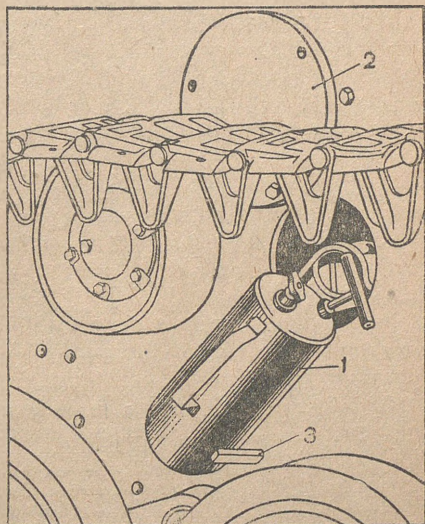

Рис. 54. Установка лампы на борту танка:
4. Отвернуть два нижних болта крепления крышки люка котла подогревателя снаружи на правом борту корпуса. Ослабить верхний болт и повернуть крышку люка вокруг него (рис. 54).
7. Вставить горящую лампу горелкой в отверстие котла, как показано на рис. 54 (положив ее на край отверстия кронштейном горелки и оперев нижнюю часть корпуса лампы на кронштейн, приваренный к корпусу танка).